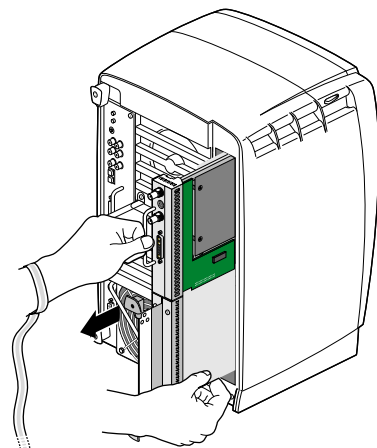

図 2-9 XIO Tri-Module の取り外し
3. 図2-9 に示すように、XIO Tri-Module の固定ハンドルを持ち、モジュールのベースを支えながら本体から取り外します。